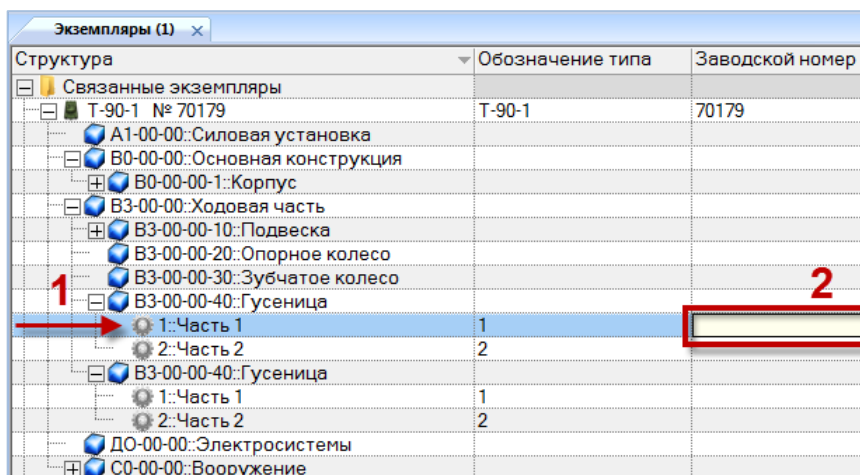

Рис. 20-12 – Задание серийного номера для экземпляра компонента
4) Раскрыть дерево и выбрать элемент структуры, соответствующий месту установки экземпляра компонента (1 на рис. 20-12).
5) Задать для него серийный номер (2 на рис. 20-12). Значок в дереве изменится на значок , указывающий, что для данного компонента создан экземпляр (3 на рис. 20-13). После того, как экземпляру компонента задан серийный номер, этот номер можно отредактировать. Новое значение не должно совпадать с уже имеющимся в базе данных для данного типа компонента.